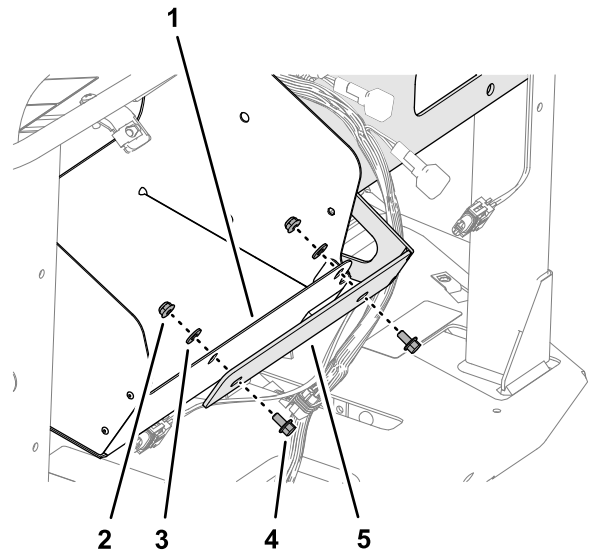

Figura 67
2. Alinee los orificios del soporte del distribuidor con las ranuras de la pestaña del compartimento de almacenamiento (Figura 67).
3. Monte provisionalmente el soporte del distribuidor en la pestaña (Figura 67) con 2 tornillos con arandela prensada (1/4" x 1/2"), 2 arandelas (1/4") y 2 contratuercas con arandela prensada (1/4").